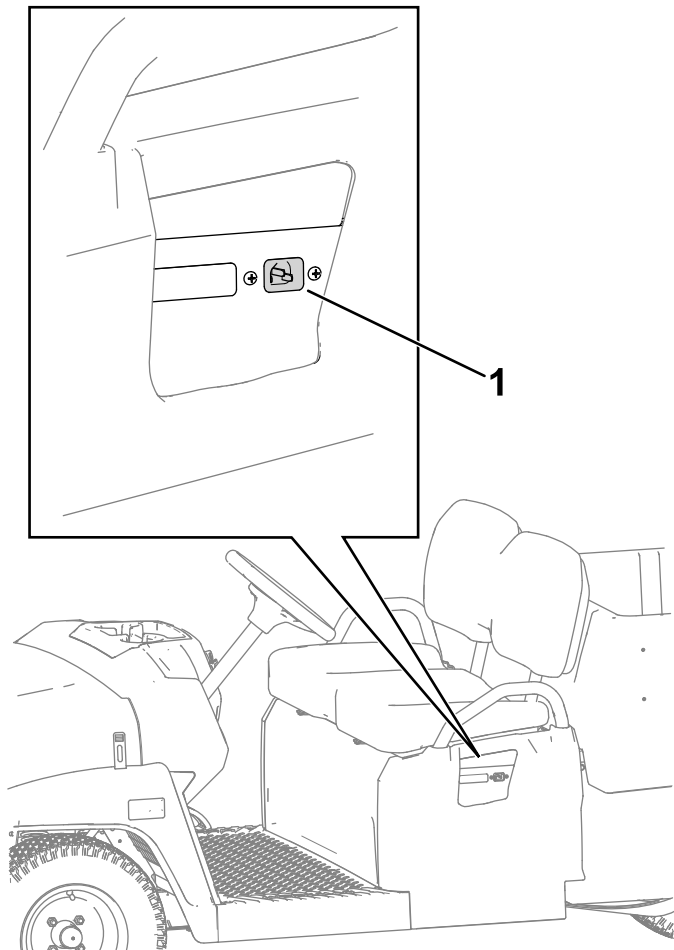

Figura 27
1. Enchufe el cable de alimentación eléctrica en la toma de corriente del cargador de la máquina (Figura 27).